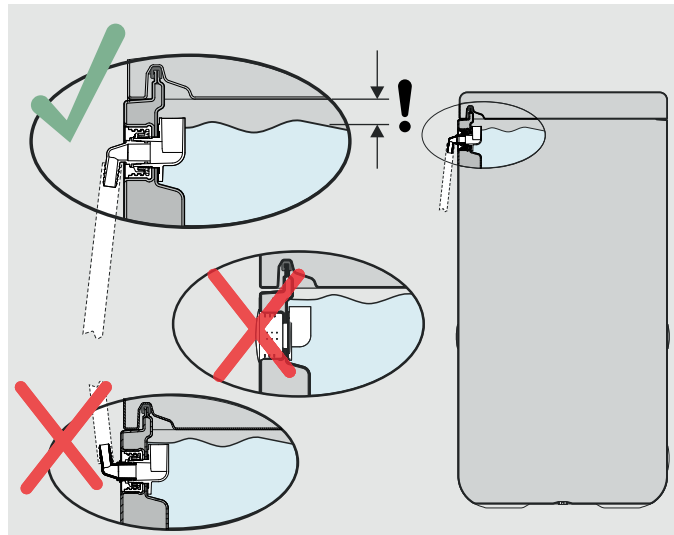

Bild 4-6 Montering av avloppsslang på säkerhetsöverloppet
- Anslut avloppsslangen med kopplingsstycket för säkerhetsöverloppet (se Bild 4-6 och Bild 3-1, pos.23).